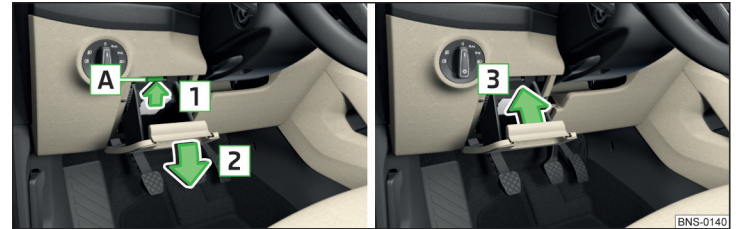

Abb. 363 Ablagefach auf der Fahrerseite
- Die Sicherung [A] in Pfeilrichtung [1] » Abb. 363 drücken und das Fach in Pfeilrichtung [2] aufklappen.